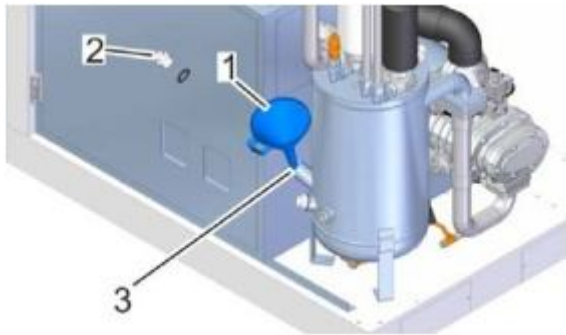

Рис. 34: Заправочный патрубок
6. С помощью воронки (Рис. 34/1) залейте охлаждающую жидкость до соответствующего уровня заправочного патрубка (Рис. 34/3).
8. Верните на место пробку наливного отверстия (Рис. 34/2) и закрутите.